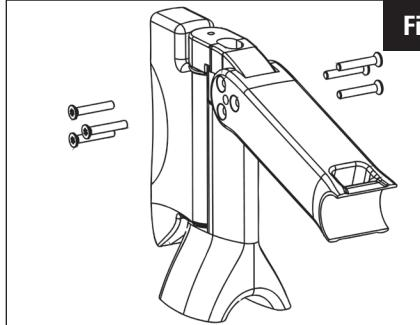

Fig. 7
7. Allineare i fori dell'attacco manubrio con i fori delle spine (Fig. 7).